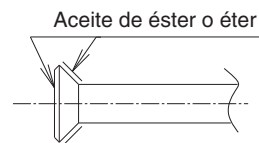

Fig. 7
- Aplique aceite de éster o de éter a la sección abocardada (tanto del interior como del exterior) cuando utilice conexiones de tuerca abocardada y, a continuación, haga dar 3 ó 4 vueltas a la tuerca con la mano. (Refiérase a la Fig. 7)